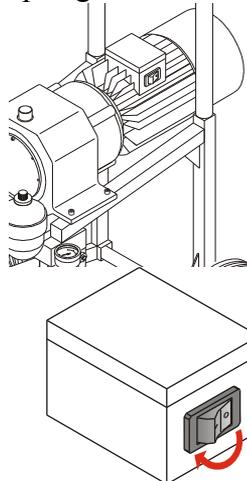

Fig.17
- 6) Avviare il motore della pompa agendo sull'interruttore ON/OFF (Fig. 17).